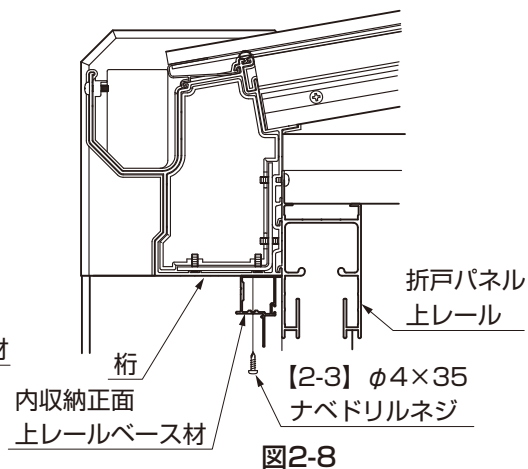

図2-8
- 内収納正面上レールベース材は折戸パネル上レールに当てて位置出しします。（図2-8参照）